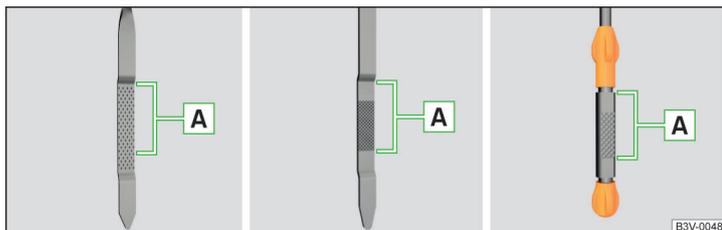

Fig. 228 Modelos de varillas del nivel de aceite
El nivel de aceite tiene que situarse en la zona **A** » fig. 228. Si el nivel de aceite se encuentra por debajo de la zona **A** se debe rellenar aceite.
- El nivel de aceite no debe estar nunca fuera de la zona **A** » fig. 228 - ¡De lo contrario existe riesgo de daños del motor, así como en el sistema de gases de escape!